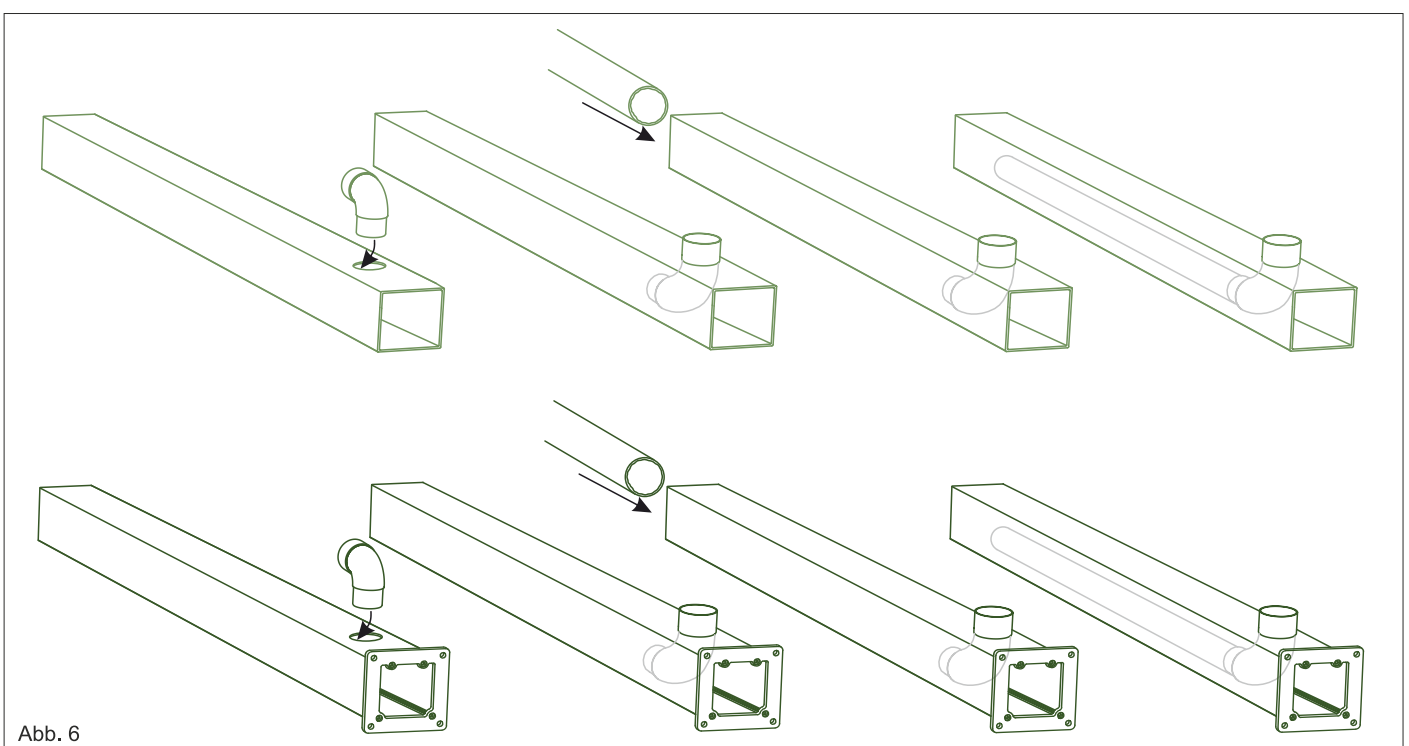

Abb. 6
**A) B) 5.** Positionieren Sie das mitgelieferte 87° Winkel in dem Pfosten (Siehe Bild) und verbinden Sie den PVC-Rohr mit dem PVC-Winkel zusammen. Bitte beachten Sie dabei, dass die Gummidichtungen an den Verbindungsstellen vorhanden sind. Siehe Abb. 6.